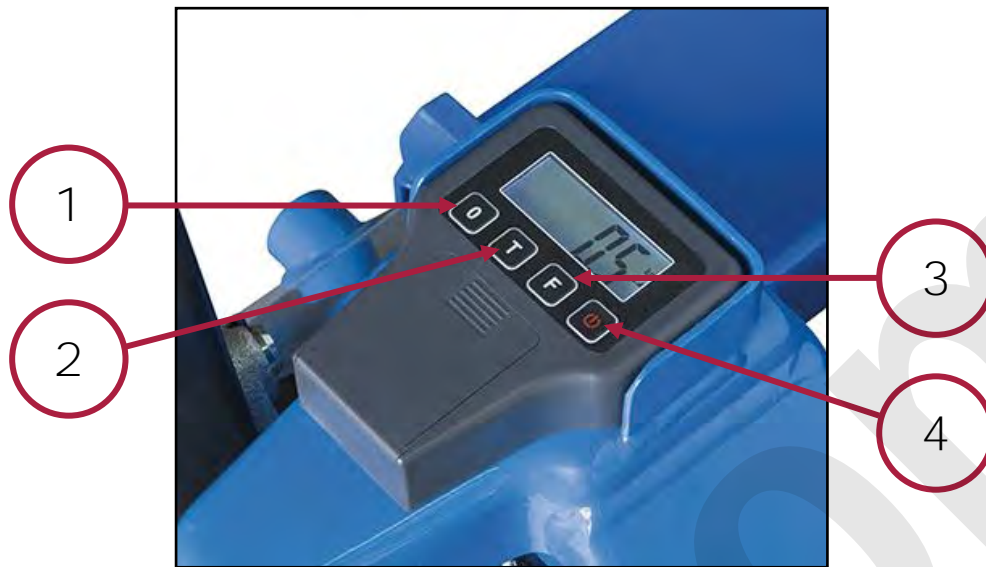

Figura 17 - Display e comandi bilancia.
- Premere il pulsante di avvio (rif. 4 Figura 17) sul pannello della bilancia, e mantenerlo premuto per almeno 2 secondi, per accendere il sistema. Dopo la sequenza di avviamento il display indicherà il peso.
- **Premere il tasto "0"** (rif. 1 Figura 17) per settare il peso lordo a 0 kg. Inserire le forche sotto il pallet e verificare che il carico sia adeguatamente bilanciato.
- **Premere il tasto "T"** (rif. 2 Figura 17) con il pallet a bordo del carrello, e adesso il display indicherà 0 kg".
- **Per convertire l'unità di misura, premere il tasto "F"** (rif. 3 Figura 17), premere nuovamente il pulsante per tornare all'unità di misura d'origine.